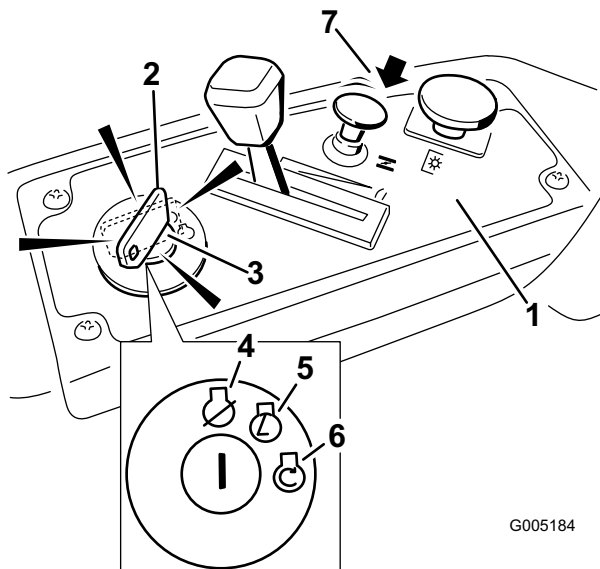

Figure 10
3. Placez la commande de starter en position ouverte pour démarrer à froid (Figure 10).
4. Tournez la clé de contact en position de Démarrage pour activer le démarreur. Relâchez la clé quand le moteur démarre (Figure 10).
- Lorsque le moteur a démarré, poussez la commande de starter pour le fermer (Figure 10). Si le moteur cale ou hésite, tirez sur la commande de starter pour l'engager quelques secondes. Poussez ensuite la commande de starter et déplacez la manette d'accélérateur au réglage souhaité. Répétez l'opération si nécessaire.
- Placez la manette d'accélérateur entre la position haut régime et la position à mi course (Figure 10).